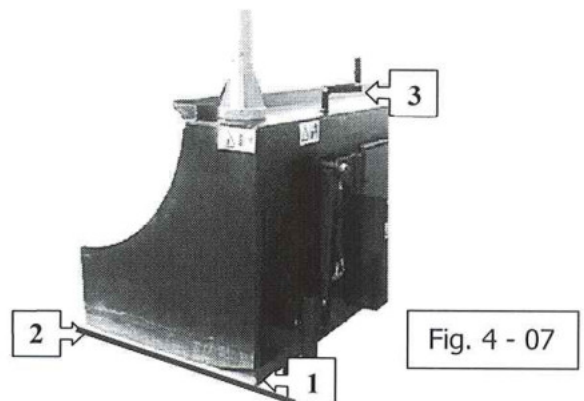

Fig. 4 - 07
- Conclusa la fase di regolazione riposizionare la leva nel fermo meccanico (fig. 4 – 05/punto 1);